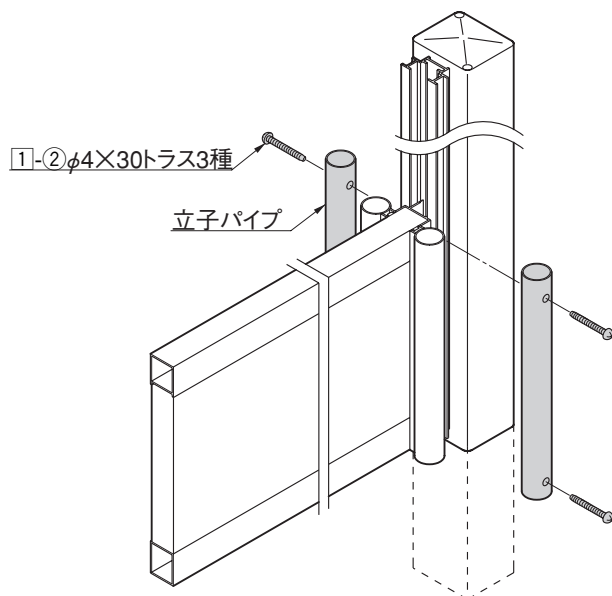
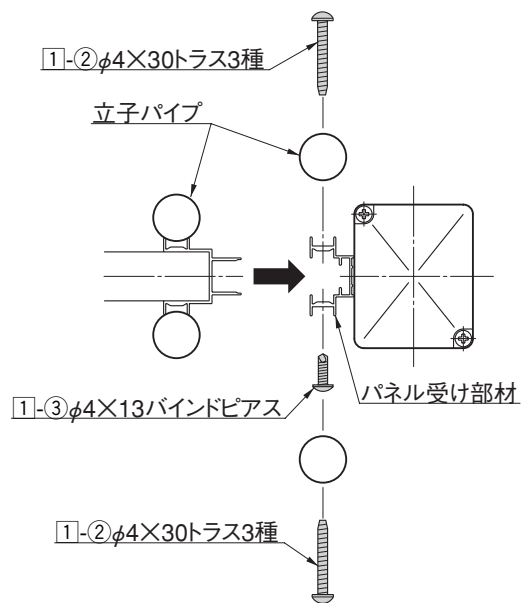

図4-8
図4-9
② 立子パイプを1-②で固定してください。(図4-8,図4-9参照)